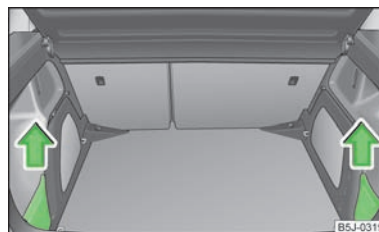

Fig. 71
- Segure a cobertura pela parte superior e retire-a cuidadosamente no sentido da seta » Fig. 71.